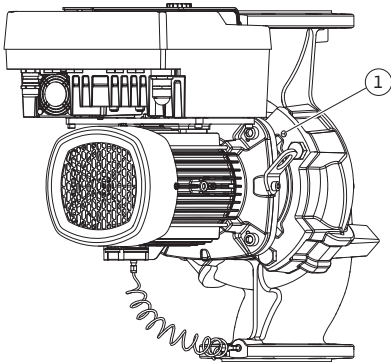
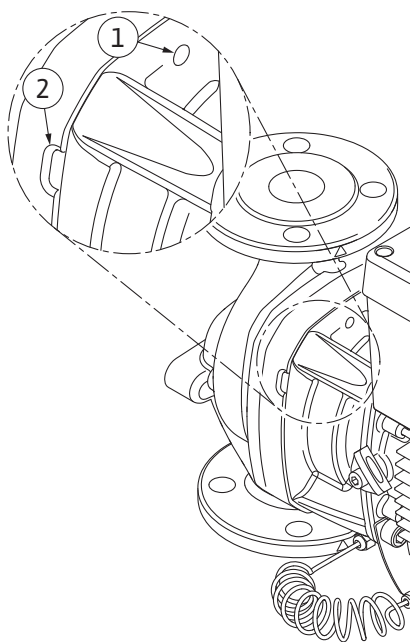

Fig. 104: Insteekset er via draadboringen af-drukken
Fig. 105: Draadboringen en spleten om de in-steekset van het pomphuis los te drukken
11. Draai de schroef (Fig. I/III, pos. 10, Fig. II/IV, pos. 29) los die het fixatieplaatje van de verschildruksensor op zijn plaats houdt. Trek de verschildruksensor (Fig. I, pos. 8) met het fixatieplaatje naar de zijkant en laat het aan de drukmeetleidingen (Fig. I, pos. 7) hangen. Maak de aansluitkabel van de verschildruksensor in de elektronicamodule of aan de steekverbinding los en trek de kabel los.
12. Maak voor pomptype (Fig. III, IV) de schroeven pos. 29 los. Gebruik de twee draadboringen (Fig. 104, pos. 1) die ernaast liggen en gebruik geschikte schroeven (niet inbegrepen, bijv. M10 x 25 mm). Druk de insteekset los van het pomphuis. Gebruik voor pomptype (Fig. I en Fig. II) de twee draadboringen M10 (zie Fig. 105) en gebruik geschikte schroeven (niet inbegrepen, bijv. M10 x 20 mm). Voor het losdrukken kunnen ook de spleten (Fig. 105, pos. 2) worden gebruikt. Plaats daarvoor bijvoorbeeld twee schroevendraaiers en gebruik ze als hefboom. Na ca. 15 mm afdrukweg wordt de insteekset niet meer in het pomphuis geleid.